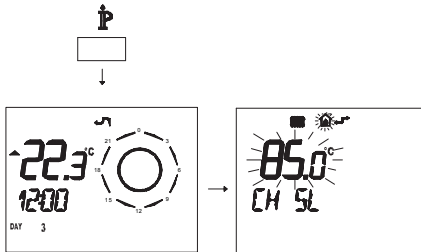

Figura 5.48
- Premere per più di 3 secondi il pulsante **P** para per entrare in modalità **INFO** (Figura 5.48).